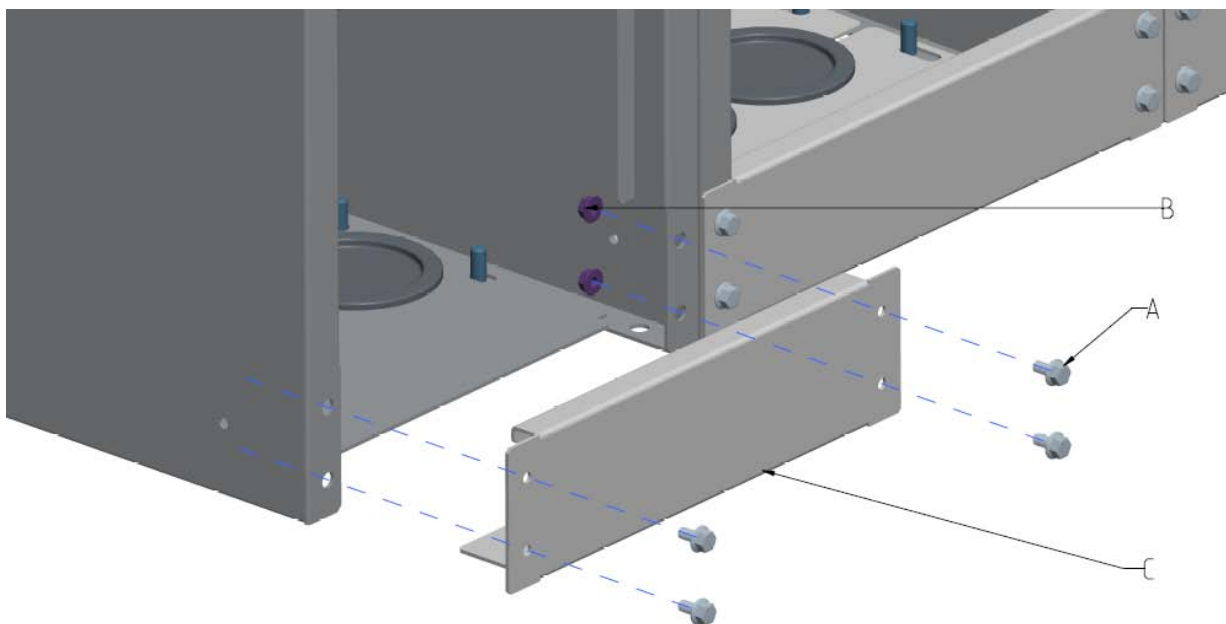

Figure 19: Démontage de la face avant du compartiment tête de câbles
Pour raccorder les câbles de façon confortable, la cellule DR-6C est développée de telle manière que la face avant du compartiment câbles (C) puisse être démontée de manière toute simple (Figure 19). La face avant du compartiment câbles (C) est fixée avec 4 boulons autoverrouillants à six pans (A) et 4 écrous autoverrouillants à six pans (B).